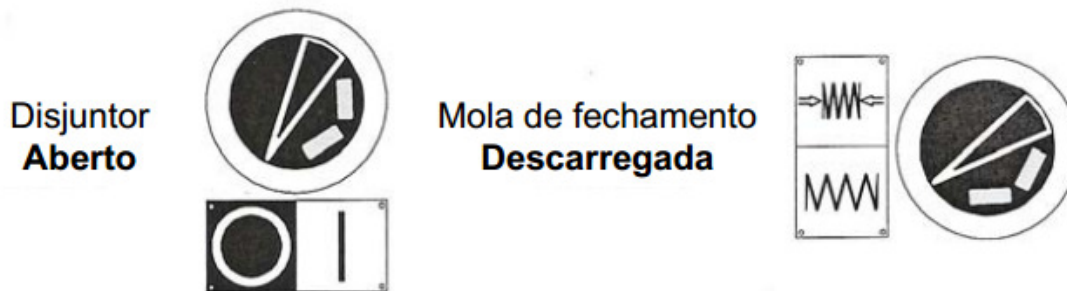

Fig15
- 2- Em seguida manobrar o disjuntor de modo que ele fique aberto e com a mola descarregada. Para isso deve-se desligar o disjuntor do circuito do motor, como o disjuntor está aberto é suficiente fechar e abrir que ele ficará na posição desejada. Disjuntor aberto e mola descarregada, conforme fig. 15.